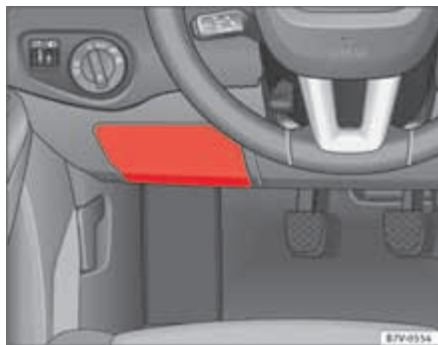

Abb. 196 Auf der Fahrerseite in der Instrumententafel: Abdeckung des Sicherungskastens.
- Hinter die Abdeckung ⇒ Abb. 196 greifen und Abdeckung nach vorn abziehen.